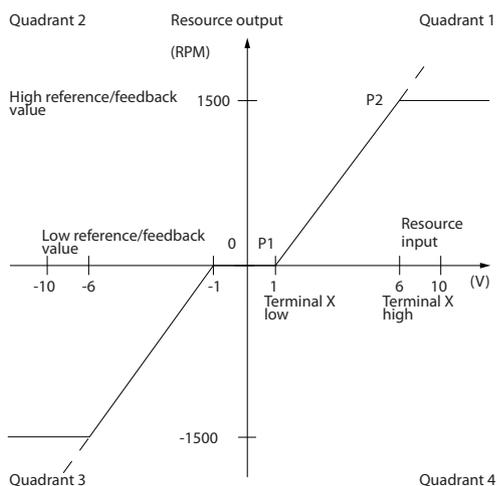

图 15.7 死区
- 不是最小参考值（请参阅表 15.1 了解相关参数）就是最大参考值必须为零。换言之，P1 或 P2 必须在图 15.7 的 X 轴上。
死区的大小由 P1 或 P2 定义。请参阅图 15.7。